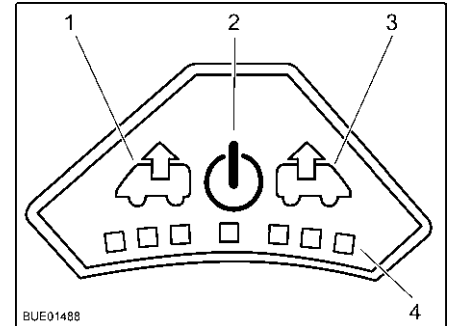

Fig. 90 Cuadro de mando del ventilador
Conectar: ■ Pulsar la tecla On/Off (Fig. 90,2). El ventilador funciona en el modo confort (extracción con la velocidad más baja del ventilador).
Extracción de aire: ■ Para aumentar la velocidad del ventilador: Pulsar la tecla de extracción (Fig. 90,1). La velocidad del ventilador aumenta un nivel en el sentido de extracción de aire. Los LEDs (Fig. 90,4) muestran los niveles de ajuste.
■ Para disminuir la velocidad del ventilador: Pulsar la tecla de ventilación (Fig. 90,3). La velocidad del ventilador disminuye un nivel.
- Para aumentar la velocidad del ventilador: Pulsar la tecla de ventilación (Fig. 90,3). La velocidad del ventilador aumenta un nivel en el sentido de ventilación. Los LEDs (Fig. 90,4) muestran los niveles de ajuste.
- Para disminuir la velocidad del ventilador: Pulsar la tecla de extracción (Fig. 90,1). La velocidad del ventilador disminuye un nivel.
- Pulsar la tecla On/Off (Fig. 90,2). El ventilador se detiene, los LEDs se apagan.